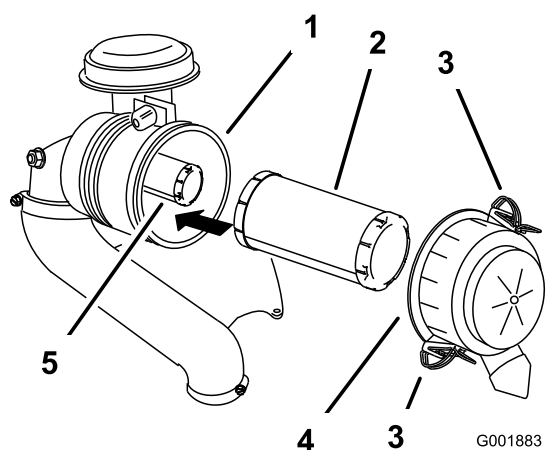

Figura 41
3. Liberte os trincos do filtro de ar e empurre a cobertura do filtro de ar para fora do corpo do filtro (Figura 41).
5. Empurre suavemente o filtro primário para fora do corpo do filtro de ar (Figura 41).
3. Empurre com cuidado o filtro principal sobre o filtro de segurança (Figura 41).
4. Monte a cobertura do filtro de ar e fixe os trincos (Figura 41).
2. Se substituir o filtro interior, empurre-o com cuidado para o corpo do filtro (Figura 41).